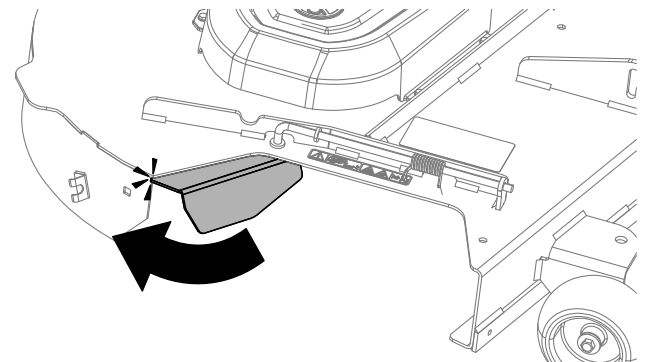

図 16
3. 集草カットオフバッフルがデッキの後エッジに当たるまでバッフルを回転させる 図 16。